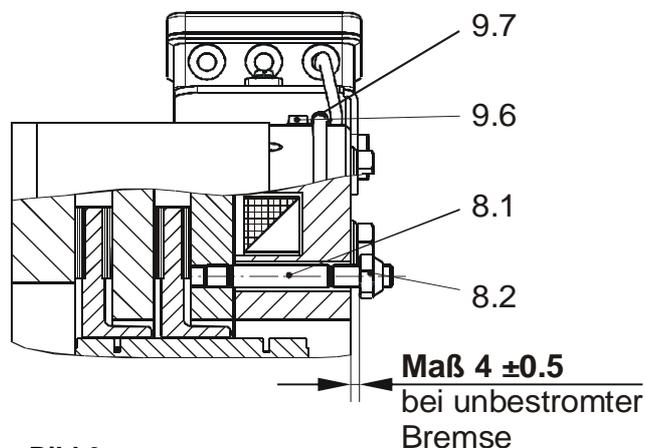

Bild 6
Nothandlüftung (Pos. 8 / Bild 6)
Bei Wiederinbetriebnahme des Aufzugs oder der Anlage ist der Abstand der beiden Sechskanutmutter (8.2) zum Spulenträger (4), wie in Bild 6 beschrieben, unbedingt wieder auf $4 \pm 0,5$ mm (bei unbestromter Bremse) einzustellen.